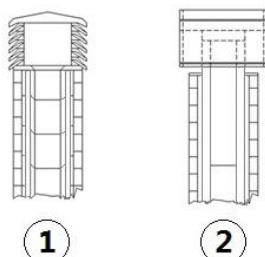

Fig. 3 - Comignoli antivento
- Si consiglia un comignolo di tipo antivento, vedi **Fig. 3 a pag. 6**.
- Canna fumaria esterna realizzata esclusivamente con tubi inox isolati cioè con doppia parete minimo $\varnothing 150$ mm: il tutto ben ancorato al muro. Con comignolo antivento (vedi Fig. 3 a pag. 6).